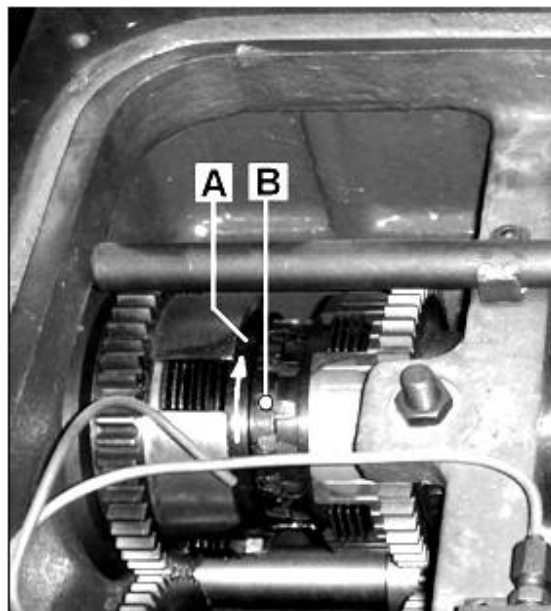
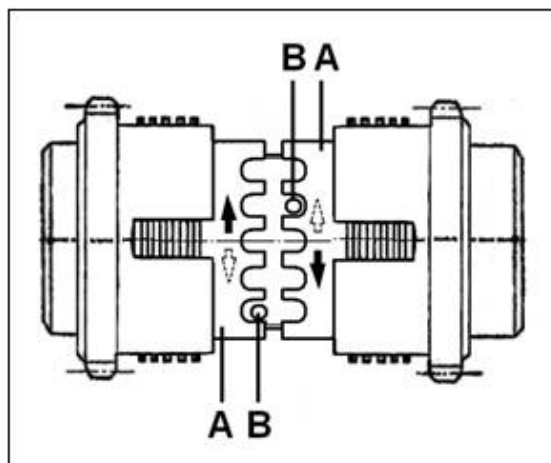

Fig 15
Fig 16
- A l'aider d'un tournevis, appuyer sur le boulon d'arrêt (B, Fig 15, Fig 16) du coupleur à régler...le boulon d'arrêt est muni d'un ressort.
- Faire tourner l'anneau de réglage (A) d'un cran.